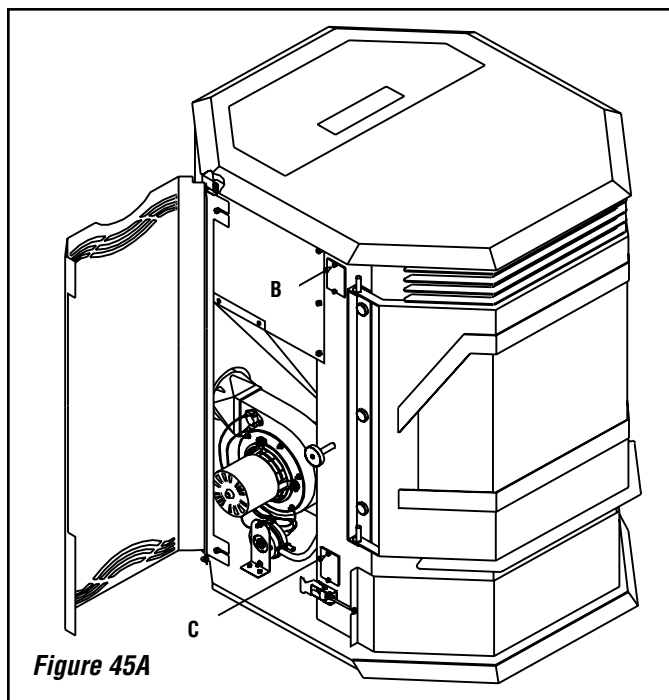

Figure 45A
Vérifier régulièrement l'état des joints de la porte, de la vitre et du tiroir à cendres et les remplacer le cas échéant. Vérifier les joints plats des panneaux d'accès (*figure 45A*, repères B et C) et les remplacer le cas échéant.
1. Ouvrir les portes droite et gauche pour accéder aux panneaux de nettoyage latéraux (voir repères B et C, *figure 45A*).
2. L'appareil présente, de chaque côté, deux panneaux de nettoyage de 25 x 50 mm (1 x 2 po), un en haut et un en bas (voir repères B et C, *figures 45A*, *45B* et *45C*).